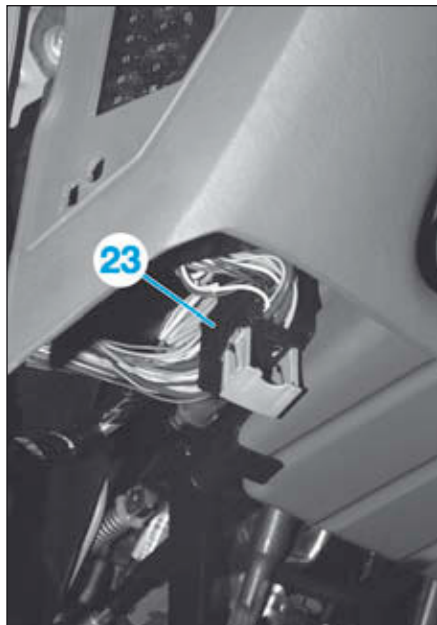

FIG.31
• Côté conducteur, déposer le connecteur (23) de bas de planche de bord (Fig.31).